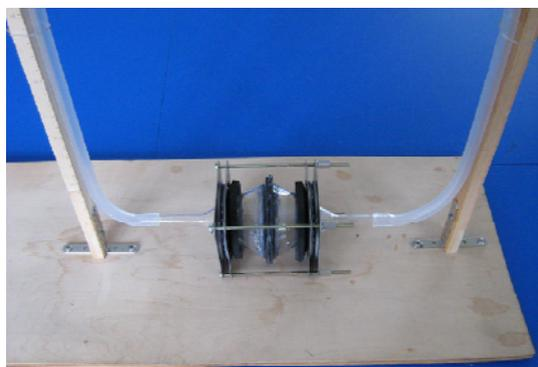

図4 台に載せた実験装置
- (4) 装置の2つの漏斗の足にシリコンゴム管を接続し、角材をL字金具と木ねじでベニア板に固定した台に載せ、シリコンゴム管を針金等で角材に固定する(図4)。